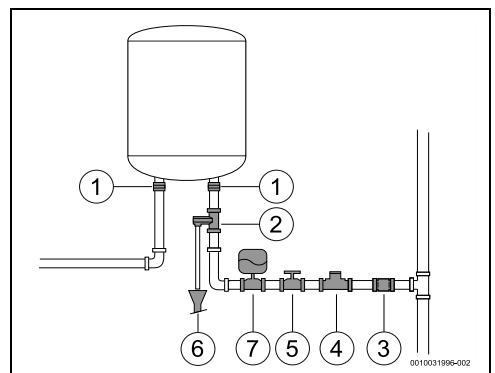

fig. 13
- ▶ Mbyllni valvulën e linjës së ujit (→ Fig. 13, [5]).
- instaloni një valvulë reduksioni (Fig. 13, [4]). Valvula e çlirimit të presionit aktivizohet gjithnjë pasi presioni i ujit në depozitë tejkalon 8 bar (± 1 bar) dhe uji i shkarkimit duhet të kanalizohet jashtë.
- instaloni një enë zgjerimi (Fig. 13, [7]) për të evituar hapjen kaq të shpeshtë të valvulës së çlirimit. Vëllimi i enës së zgjerimit duhet të jetë i barasvlershëm me 5% të vëllimit të pajisjes.